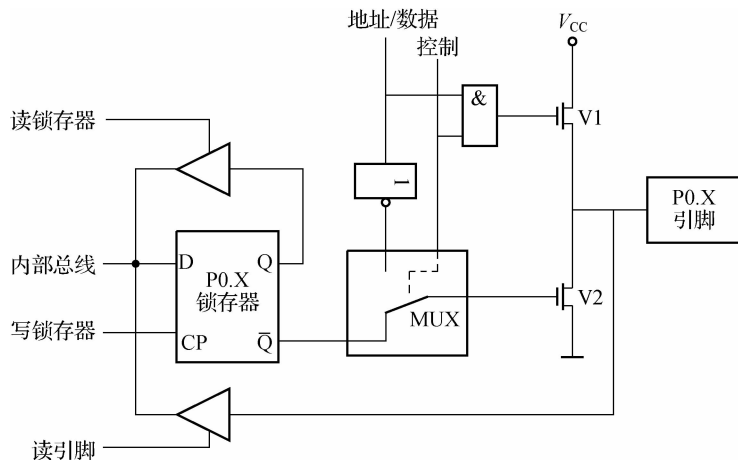

图 1-3 P0 口位结构
P0 口位结构如图 1-3 所示,包括一个输出锁存器,两个三态缓冲器,一个输出驱动电路和一个输出控制端。输出驱动电路由一对场效应管组成,其工作状态受输出端控制。输出控制端由一个与门、一个反相器和一个转换开关 MUX 组成。对 8051 单片机来讲,P0 口既可作为 I/O 端口,又可作为地址/数据总线使用。
(1) P0 口作地址/数据总线使用。若从 P0 口输出地址或数据信息,此时控制端应为高电平,转换开关 MUX 将反相器输出端与输出级场效应管 V2 接通,同时与门开锁,内部总线上的地址或数据信号通过与门去驱动 V1 管,又通过反相器去驱动 V2 管,这时内部总线上的地址或数据信号就传送到 P0 口的引脚上。工作时低 8 位地址与数据线分时使用 P0 口。低 8 位地址由 ALE 信号的负跳变使它锁存到外部地址锁存器中,而高 8 位地址由 P2 口输出。
(2) P0 口作通用 I/O 端口使用。对于有内部 ROM 的单片机,P0 口也可以作通用 I/O 端口,此时控制端为低电平,转换开关把输出级与锁存器的 Q 端接通,同时因与门输出为低电平,V1 管处于截止状态,输出级为漏极开路电路,在驱动 NMOS 电路时应外接上拉电阻。P0 口作输入口用时,应先将锁存器写“1”,这时输出级两个场效应管均截止,可作高阻抗输入,通过三态输入缓冲器读取引脚信号,从而完成输入操作。
(3) P0 口上的“读—修改—写”功能。图 1-3 上面一个三态缓冲器是为了读取锁存器 Q 端的数据,Q 端与引脚的数据是一致的,结构上这样安排是为了满足“读—修改—写”指令的需要。这类指令的特点是:先读锁存器,随之可能对读入的数据进行修改再写入端口。这类指令同样适合 P1 口、P2 口和 P3 口,其操作是:先将端口的全部 8 位数读入,再通过指令修改某些位,然后将新的数据写回到锁存器中。